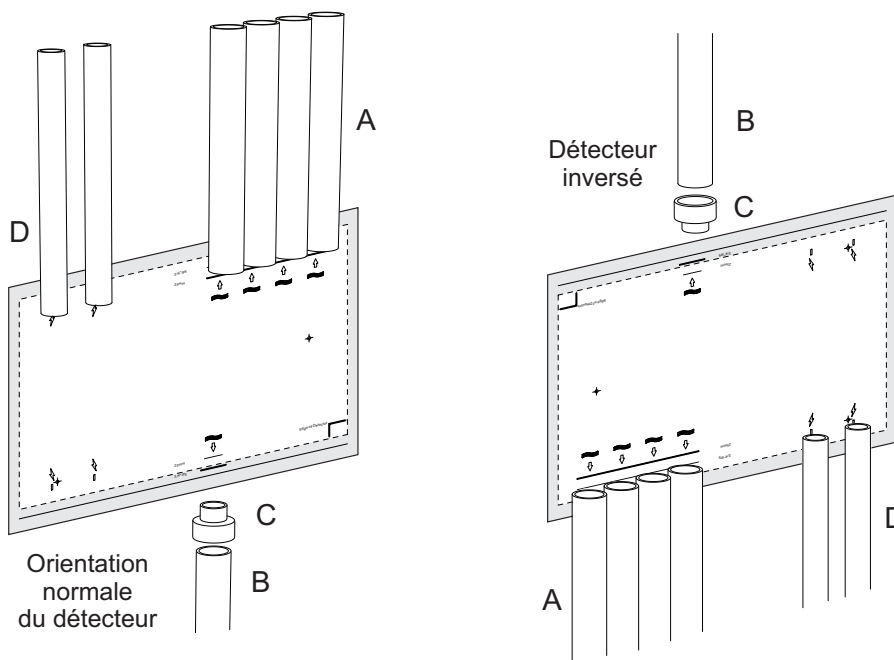

Figure 4-20: Placer le conduit et les tubes
- Placez les tubes d'entrée (A) sur les lignes centrales marquées (Figure 4-20).
- Placez le tube d'échappement (s'il est utilisé) (B) sur la ligne centrale marquée :
- Pour les tubes aux dimensions exprimées en valeurs impériales (pouces), placez l'adaptateur (C) et coupez le tube selon la ligne de profondeur extérieure indiquée sur le modèle de montage.
7. Placez le conduit électrique (D) sur les lignes centrales marquées.